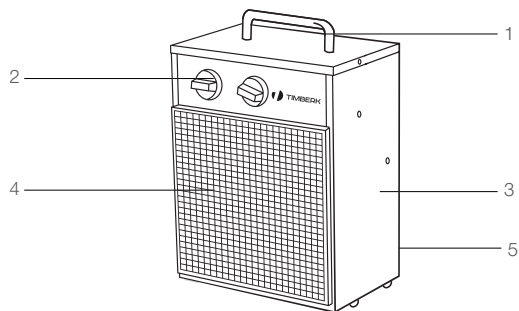

Рис. 1
Для возобновления нагрева необходимо подождать 5-10 минут для остывания прибора и нажать кнопку RESET (6) на верхней части корпуса (см. рис. 1).